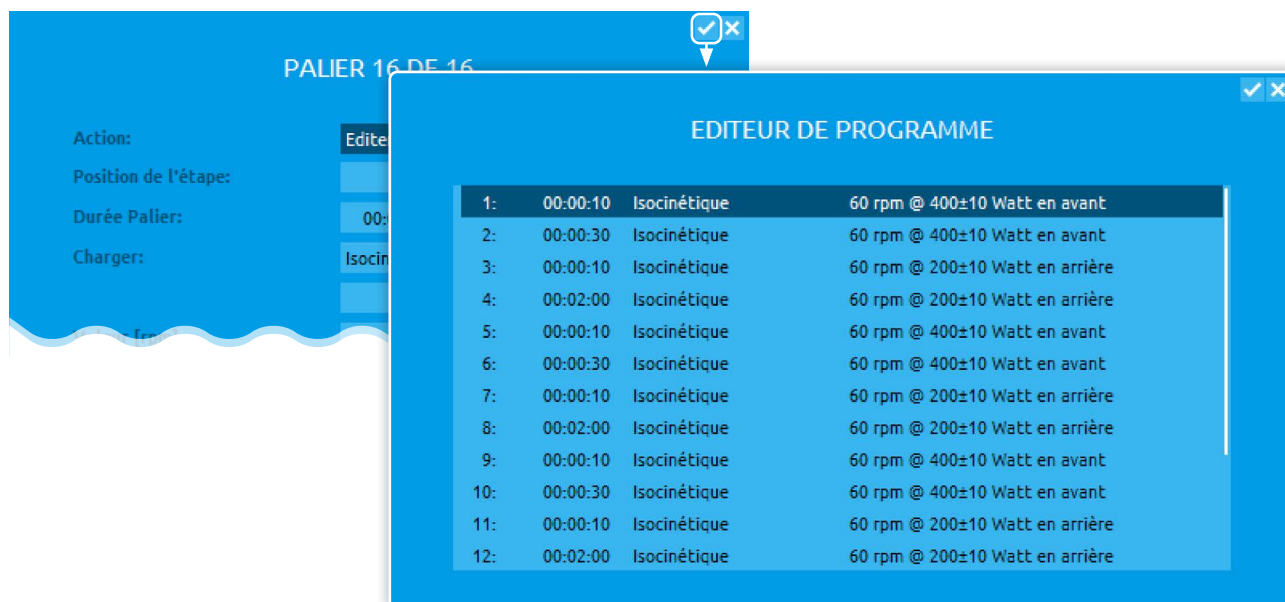

Figure 75 : Liste du profil d'effort complet
- 8 La fenêtre du profil d'effort s'ouvre avec la liste des différentes étapes (voir Figure 75).